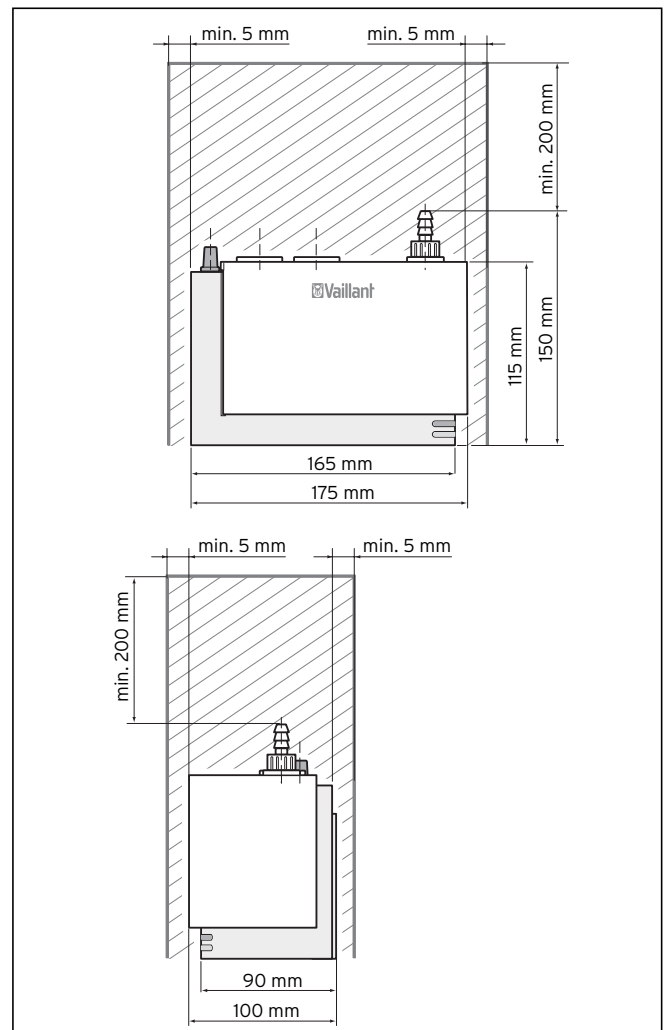

Abb. 4.1 Abmessungen und Montagefreiräume
**Die Kondenswasserpumpe kann sowohl an der schmalen Seite als auch an der breiten Rückseite gemäß Abb. 4.1 im Halter befestigt werden.**